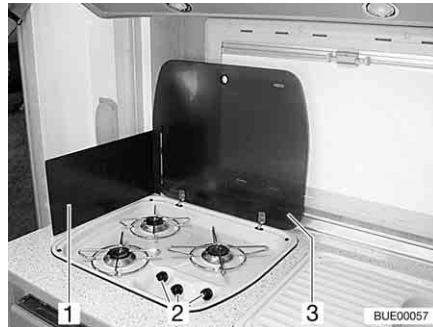

Bild 210 Gaskocher
- Gaskocher-Abdeckung (Bild 210,3) öffnen.
- Je nach Modell Flammschutz (Bild 210,1) ausklappen oder aufstellen.
- Drehregler (Bild 210,2) der gewünschten Brennstelle auf Zündposition (große Flamme) drehen.